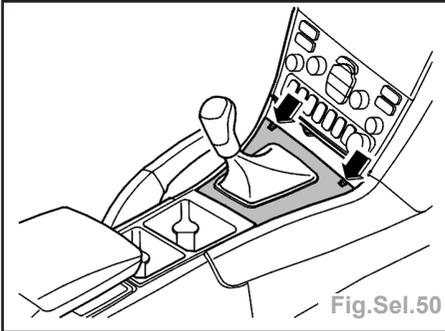

Fig.Sel.50
• le panneau de sélecteur de changement de vitesse (Fig.Sel.50),